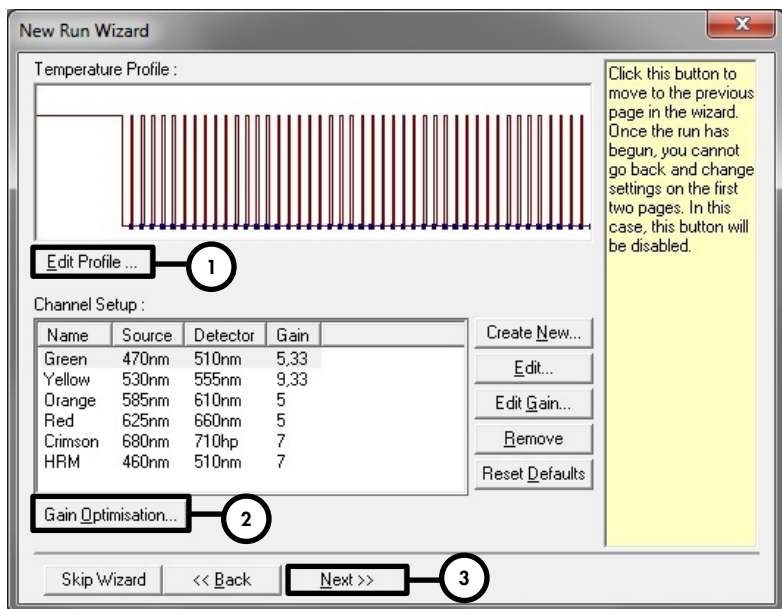
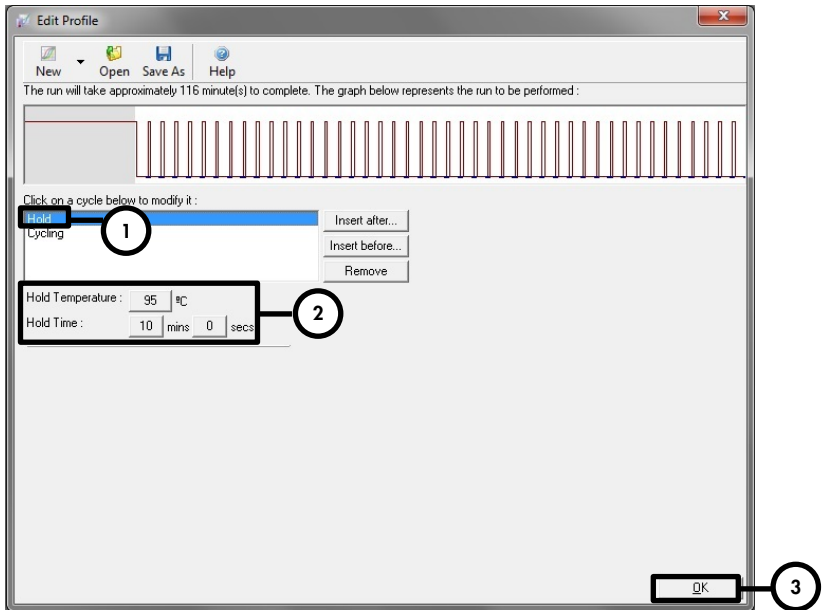
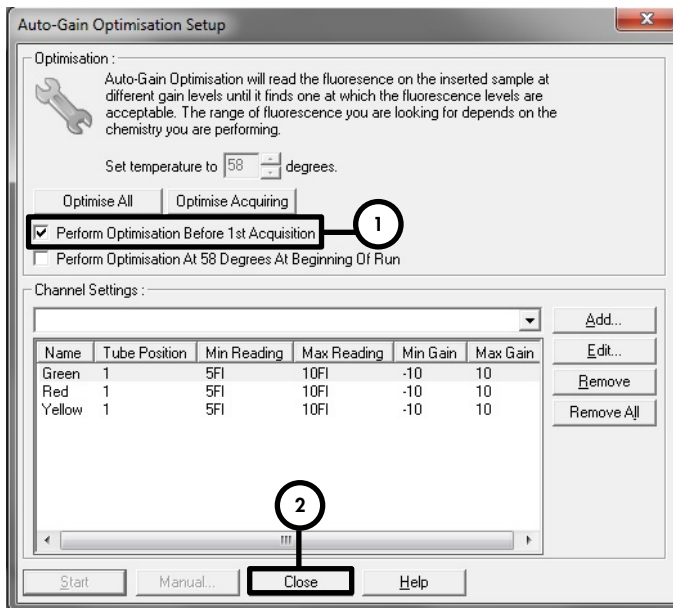

Figure 4. Modification du profil.
Figure 5. Activation initiale de l'enzyme hot-start.
Figure 7. Réglage de la sensibilité des canaux de fluorescence.
Activation initiale de l'enzyme hot-start	Figure 5
Réglage de la sensibilité des canaux de fluorescence	Figure 7
9. Dans la boîte de dialogue **New Run Wizard** (Assistant nouveau cycle), cliquer sur le bouton **Edit Profile** (Modifier profil) (figure 4) et programmer le profil de températures comme indiqué dans les figures 5–6.
10. La plage de détection des canaux de fluorescence doit être déterminée selon les intensités de fluorescence des tubes de PCR. Cliquer sur **Gain Optimisation** (Optimisation du gain) dans la boîte de dialogue **New Run Wizard** (Assistant nouvelle analyse) (Figure 4, étape 2) pour ouvrir la boîte de dialogue **Auto-Gain Optimisation Setup** (Réglage de l'optimisation du gain automatique) (Figure 7). Cocher la case **Perform Optimisation Before 1st Acquisition** (Réaliser l'optimisation avant la 1re acquisition) (Figure 7). S'assurer que les trois canaux (vert, rouge et jaune) sont sélectionnés pour **Auto-Gain Optimisation** (Optimisation du gain automatique) (figure 7). (Trouver les canaux dans le menu déroulant sous **Channel Settings** [Paramètres de canal] et cliquer sur **Add** [Ajouter].) Dans la boîte de dialogue **Auto-Gain Optimisation Setup** (Réglage de l'optimisation du gain automatique), cliquer sur **Close** (Fermer) à la fin de l'étalonnage du gain.